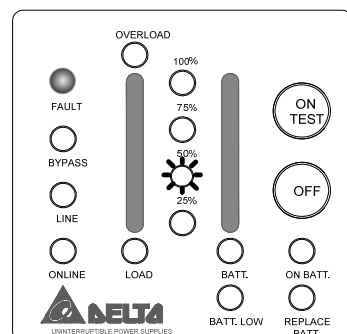

Рис. 3-15. Занижение выходного напряжения инвертора
- Слишком высокое или слишком низкое напряжение на выходе ИБП обнаруживается встроенным микропроцессором. Такая неисправность ИБП называется **занижением выходного напряжения / перегрузкой по выходному напряжению** (см. рис. 3-15 и 3-16).